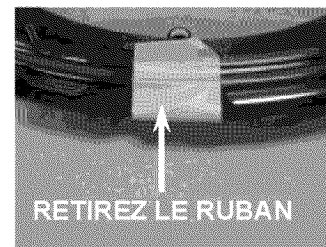

Figure 7
8. Retirez le ruban signalant l'emplacement de la lentille et jetez-le (figure 7).